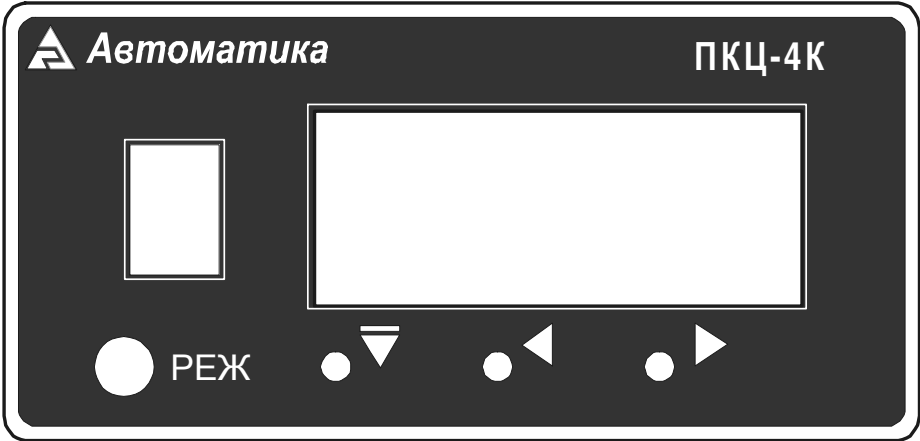

Рисунок 1 - Внешний вид передней панели приборов ПКЦ-4, ПКЦ-8
4.3 На передней панели прибора (Рисунок 1) находятся: